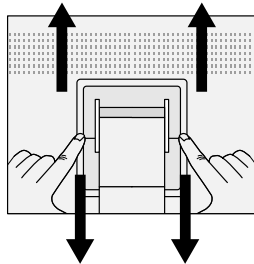

Figura S.2
4. Presione la zona “▼” con el dedo índice y, al mismo tiempo, desplace la cubierta inferior del soporte. (**Figura S.2**)